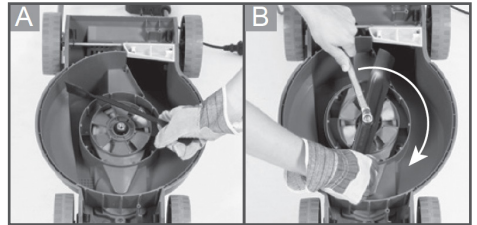

Рис.6 Установка ножа
3. Удерживайте нож твердо одной рукой, затяните гаечным ключом болт крепления ножа по часовой стрелке (Рис.6В).